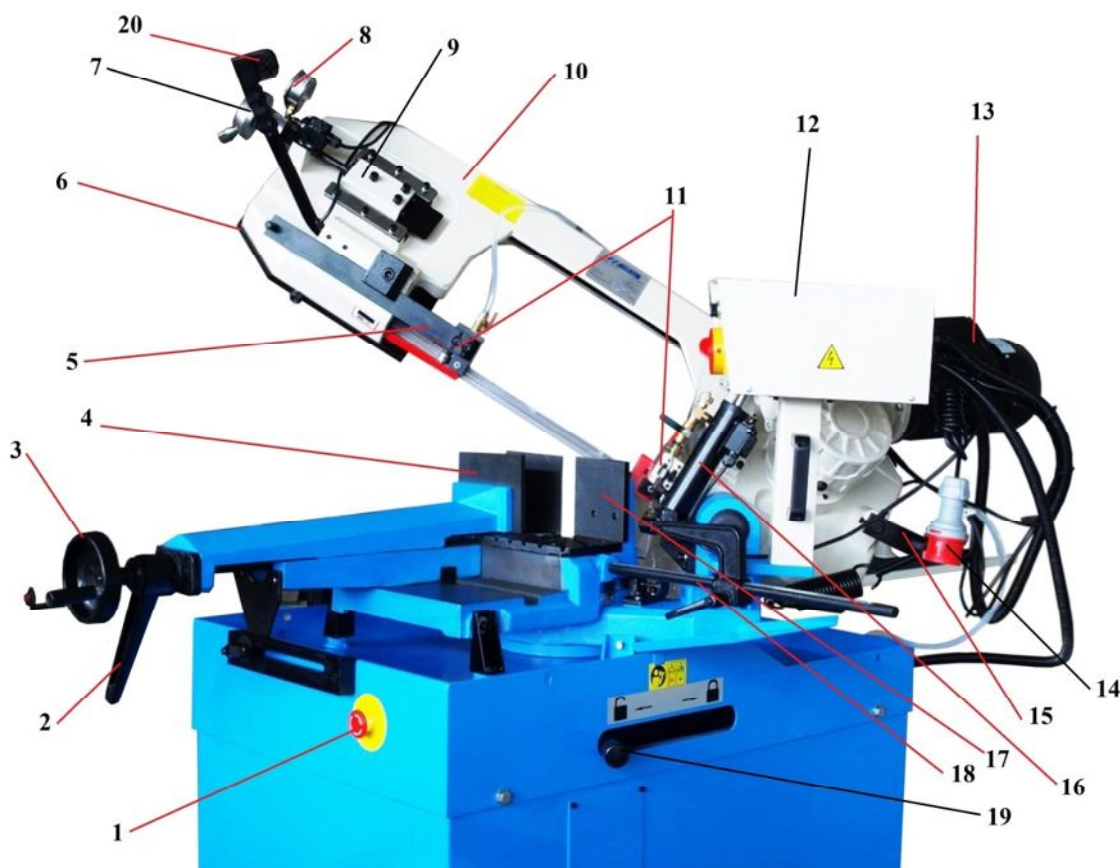
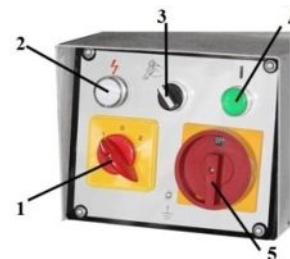

Рис. 2 Принципиальное устройство станка:
Рис. 3 Пульт управления
Основание станка (поз. 1 рис. 1) состоит из стальных панелей, которые создают прочную, жёсткую и устойчивую опору для размещения на нем всех остальных элементов и узлов станка. На основании станка размещён насос системы подачи смазочно-охлаждающей жидкости (СОЖ). На основании станка, со стороны тисков (поз. 3 рис. 1), установлена кнопка экстренной остановки станка (поз. 1 рис. 2).
Пильный агрегат (поз. 2 рис. 1) состоит из корпуса (поз. 10 рис. 2), изготовленного из высокопрочного чугуна. В корпусе установлены ведущее и ведомое колёса, на которые надето пильное полотно, механизм натяжения пильного полотна и микропереключатель (концевой выключатель) защитной крышки.
- устройство натяжения пильного полотна (поз. 9 рис. 2);
- электродвигатель привода ведущего колеса (поз. 13 рис. 2);
- гидравлический цилиндр подъёма-опускания пильного агрегата (поз. 16 рис. 2);
- возвращающая уравнивающая пружина (поз. 15 рис. 2);
- регулируемая (поз. 5 рис. 2) и неподвижная направляющие пильного полотна;
- подвод подачи СОЖ (поз. 11 рис. 2);
- пульт управления (поз. 12 рис. 2).
Система фиксации заготовки (тиски поз. 3 рис. 1) предназначена для крепления заготовки при резании. Тиски состоят из подвижной (поз. 4 рис. 2) и неподвижной губок (поз. 17 рис. 2), винта с маховиком (поз. 3 рис. 2) для перемещения подвижной губки (поз. 4 рис. 2) и рычага блокирования подвижной губки (поз. 2 рис. 2). В корпус тисков ввёрнут стержень регулировки длины отрезаемой заготовки (поз. 18 рис. 2).
Блок управления содержит переключатель режимов скорости движения пильного полотна (поз. 1 рис. 3), кнопку пуска электродвигателей пильного агрегата и подачи СОЖ («I» поз. 4 рис. 3), переключатель режимов управления «ручной-автоматический» (поз. 3 рис. 3) пильным агрегатом
(поз. 2 рис. 1), главный выключатель (поз. 5 рис. 3), сигнальный индикатор подачи напряжения на станок (поз. 2 рис. 3).
Перед подсоединением станка к электрической сети проверьте положение переключателя режимов скорости движения пильного полотна (поз. 1 рис. 3) и главного выключателя (поз. 5 рис. 3). Они должны находиться в выключенном положении.
- переводом главного выключателя (поз. 5 рис. 3) в положение при котором в окошке появится надпись «ON-включён» - при этом засветится сигнальный индикатор (поз. 2 рис. 3);
- переводом переключателя (поз. 1 рис. 3) режимов скорости движения пильного полотна в положение «1 - низкая скорость - 36 м/мин» или «2 - высокая скорость - 72 м/мин»;
- нажатием кнопки (поз. 4 рис. 3) пуск («I») – при этом запустится электродвигатель привода пильного полотна (поз. 13 рис. 2).
- переводом переключателя (поз. 1 рис. 3) режимов скорости в положение «0 - выключен»;
- переводом главного выключателя (поз. 5 рис. 3) в положение при котором в окошке появится надпись «OFF - отключён».
Использование кнопки аварийной остановки (поз. 1 рис. 2) для остановки пильного агрегата **НЕ РЕКОМЕНДУЕТСЯ.**
При возникновении внезапных появлении посторонних, не характерных для нормальной работы шумов, запаха гари, напряжения на корпусе станка, поломке полотна, исчезновении электроэнергии и прочих ситуациях угрожающих безопасной работе на станке, остановите станок нажатием кнопки аварийной остановки (поз. 1 рис. 2). После остановки станка кнопкой аварийной остановки:
- переведите переключатель (поз. 1 рис. 3) режимов скорости в положение «0 - выключен»;
- переведите главный выключатель (поз. 5 рис. 3) в положение при котором в окошке появится надпись «OFF - отключён»;
Для установки угла распила переведите рычаг (поз. 19 рис. 2) блокирования пильного агрегата в сторону от электродвигателя.
Выбор режима «ручной / автоматический» осуществляется переключателем (поз. 3 рис. 3).
QS1 – главный выключатель электропитания (поз. 5, рис. 3); SA1 – переключатель скорости подачи пильного полотна (поз. 1 рис. 3); SA2 (KM1) – кнопка пуска электродвигателя пильного агрегата и двигателя СОЖ (поз. 4 рис. 3); SA3 – переключатель режимов ручного-автоматического опускания (поз. 3 рис. 3) пильного агрегата (поз. 2 рис. 1); HL – сигнальный индикатора подачи напряжения на станок (поз. 2 рис. 3); TC – трансформатор; FU – предохранитель; FR1 – реле перегрузки; SB1 – кнопка аварийной остановки станка (поз. 1 рис. 2); SB2 – триггерный выключатель на ручке (поз. 20 рис. 2) для ручного управления пильным агрегатом; SQ1 – автоматический выключатель отключения пильного агрегата при опускании его в крайнее нижнее положение; SQ2 – концевой выключатель крышки корпуса пильной агрегата (поз. 6 рис. 2); SQ3 – концевой выключатель целостности пильного полотна
- переведите переключатель скоростей движения пильного полотна (поз. 1 рис. 3) в положение «0 - выключен»;
- переведите главный выключатель (поз. 5 рис. 3) в положение при котором в окошке будет надпись «OFF-выключен»;
3. Переведите главный выключатель (поз. 5 рис. 3) в положение «ON-включён» в окошке главного выключателя - засветится сигнальный индикатор (поз. 2 рис. 3).
6. Переведите переключатель (поз. 1 рис. 3) скорости движения пильного полотна в положение «1 - низкая скорость - 36 м/мин».
7. Переведите переключатель (поз. 3 рис. 3) режимов ручного-автоматического опускания пильного агрегата в положение «автоматический» (вправо).